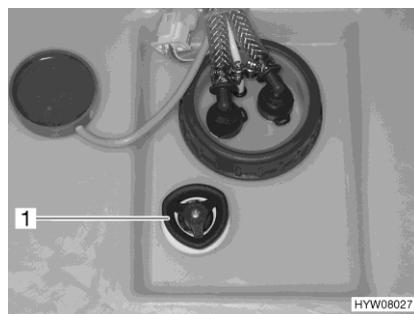

Fig. 141 Maniglia girevole (serbatoio dell'acqua)
- Sul serbatoio dell'acqua, ruotare la maniglia girevole (Fig. 141,1) in senso antiorario fino al primo fermo. L'acqua fuoriesce fino a ca. 20 litri.
- Sul serbatoio dell'acqua, ruotare la maniglia girevole (Fig. 141,1) in senso orario fino all'arresto.
- Sul serbatoio dell'acqua ruotare la maniglia girevole (Fig. 141,1) in senso antiorario, oltre la resistenza verso l'esterno fino all'arresto, per aprire completamente l'apertura di scarico.